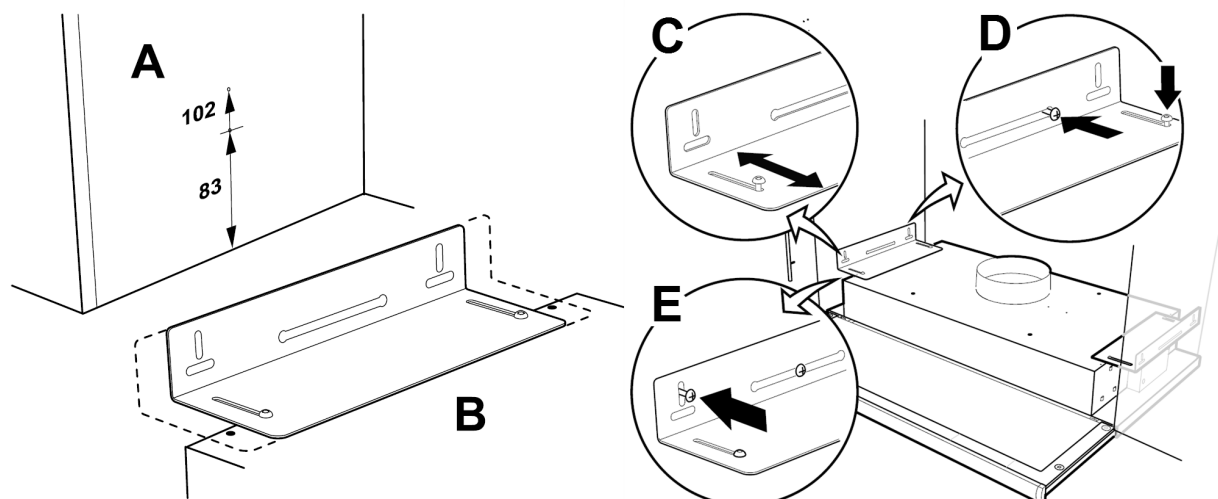

Bild 12 Montage mit Halterungen
Schrauben so anzeichnen und befestigen, dass sie einige Millimeter von beiden Schrankseiten vorstehen (Abbildung 12, Pos. A). Soll die Unterseite der Dunstabzugshaube mit der Unterseite der Schrankreihe ausgerichtet werden, ist das obere Maß 102 zu verwenden; siehe Abbildung 12, Pos. A. Die Dunstabzugshaubenhalter sind auf verschiedene Schranktiefen einstellbar (Abbildung 12, Pos. B).
2. Verschieben Sie die Dunstabzugshaubenhalter, ohne die Schrauben festzuziehen, und stellen Sie die Halterungen so ein, dass sie an den Seiten der Schränke passen (Abbildung 12, Pos. C). Hängen Sie die Dunstabzugshaube in die vormontierten Schrauben an der Seite des Schrankes ein. Ziehen Sie die Schrauben in der Halterung und an der Wand fest (Abbildung 12, Pos. D). Befestigen Sie die Halterungen mit den Verriegelungsschrauben (Abbildung 12, Pos. E).